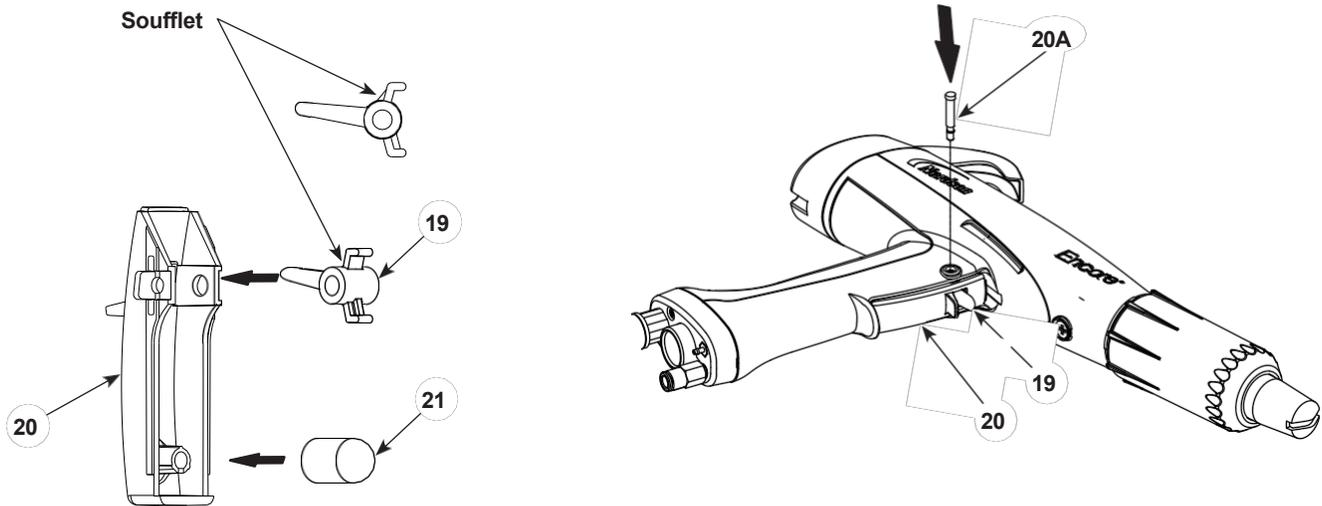

Figure 22 Réinstallation de la gâchette et de l'axe
7. Voir la figure 22. Installer la gâchette de purge (19) dans la gâchette de pulvérisation (20) avec le gousset orienté vers le haut comme indiqué. **Ne pas installer la gâchette de purge à l'envers.**
8. Vérifier que l'actionneur (21) est installé sur le poteau.